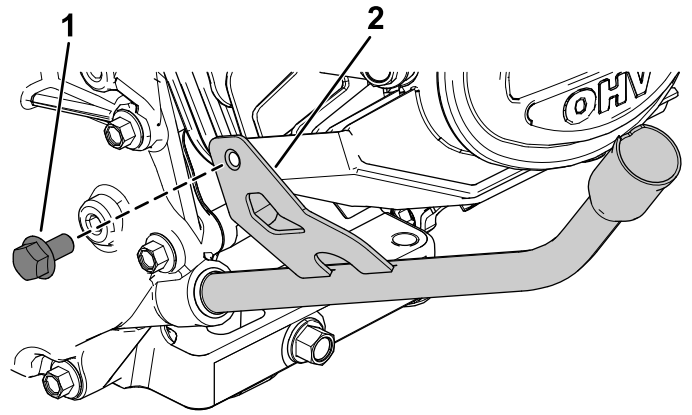

Figura 11
8. Rode o tubo da vareta de forma a que fique paralelo com a superfície de montagem do motor e prenda-o utilizando o parafuso previamente removido (Figura 11).